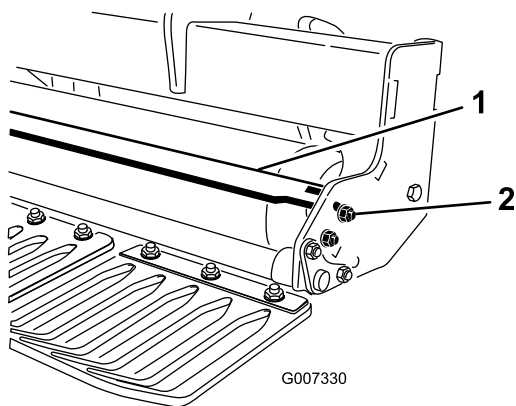

図 16
- スクレーパの左右をローラスクレーパのタブに固定している締結部材をゆるめる 図 16。